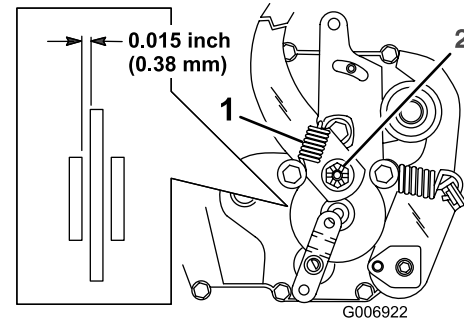

Figura 32
Il freno di stazionamento si trova sul lato destro del ponte posteriore, all'interno del pneumatico posteriore (Figura 32). Se il freno di stazionamento non è saldo, mettetelo a punto.
2. Togliete la molla del braccio del freno (Figura 32).
3. Togliete la coppiglia che fissa il dado di regolazione del freno, ed allentate lentamente il dado (Figura 32).
4. Inserite uno spessore di 0,38 mm fra il disco del freno e la pastiglia (Figura 32).